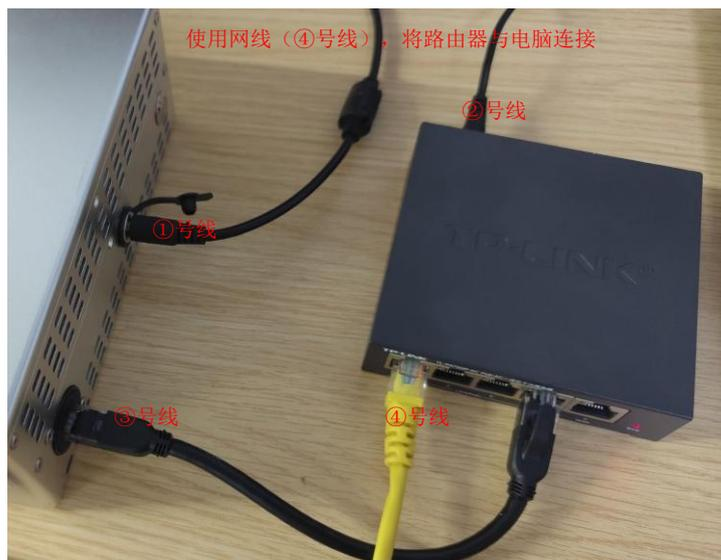

图 12 路由器连接电脑
(4) 使用④号线，网线两头分别连接路由器与电脑，如图 12 所示。